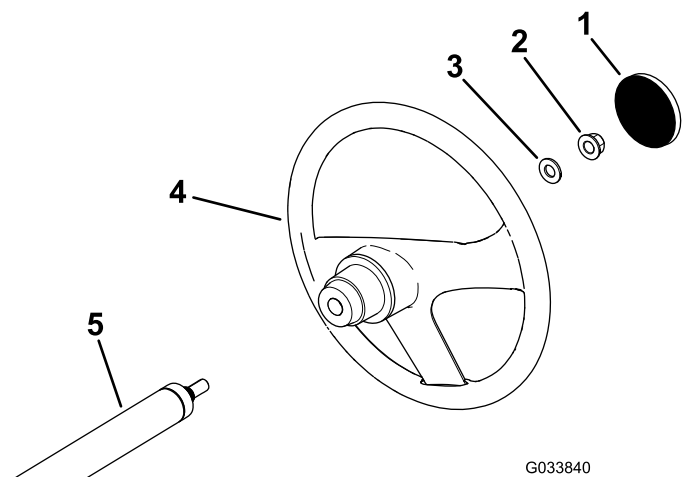

Figura 3
1. Si la tapa está instalada, retírela del centro del volante (Figura 3).
2. Retire la contratuerca (1/2") de la columna de dirección (Figura 3).
3. Coloque el volante y la arandela (1/2") sobre la columna de dirección (Figura 3).
5. Instale la tapa en el volante (Figura 3).